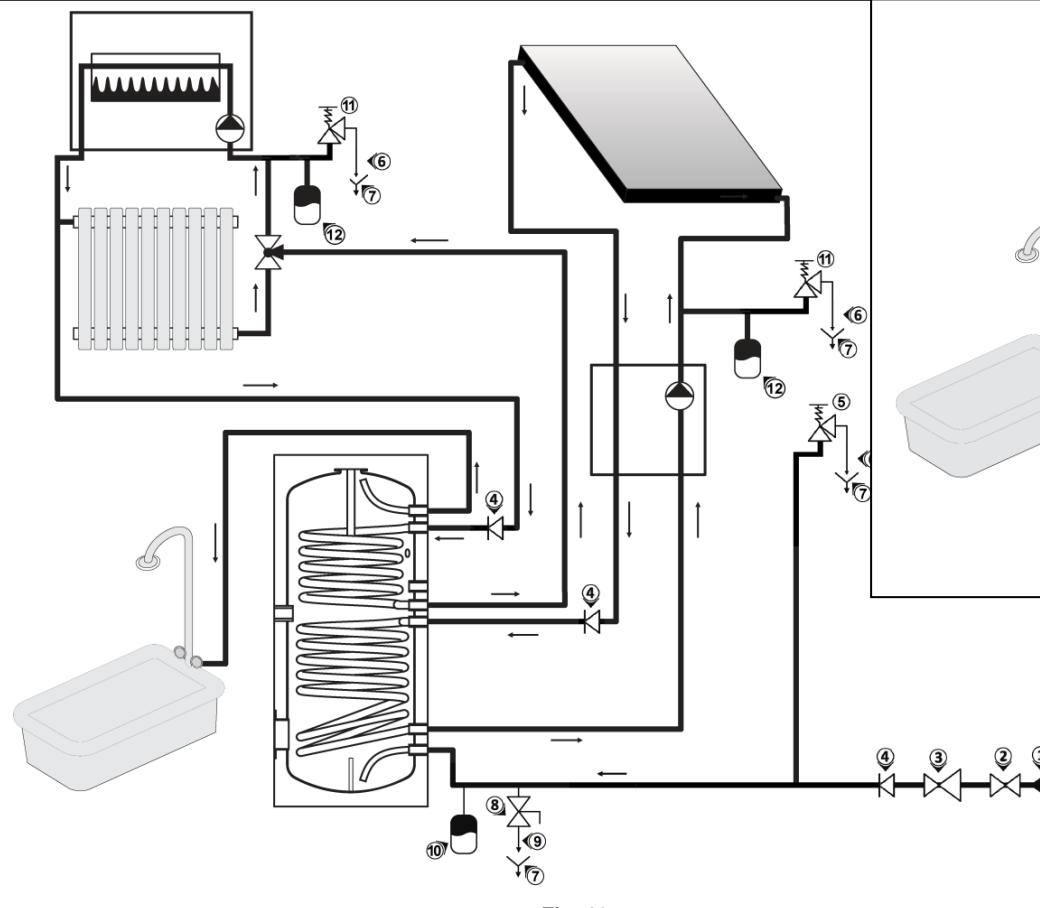
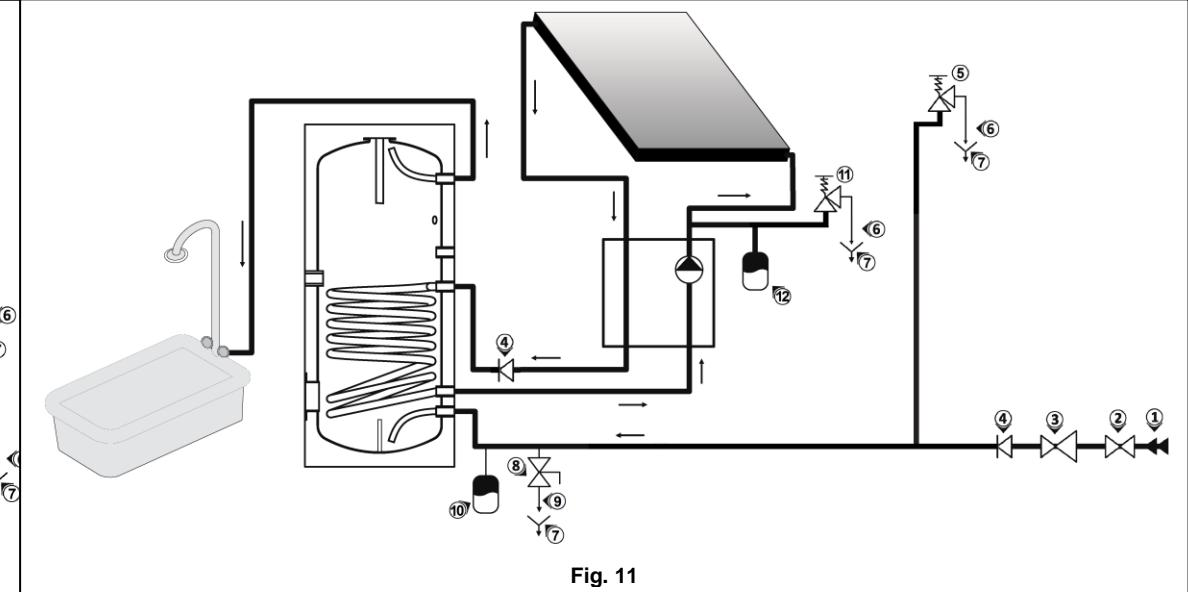

Fig. 10
Fig. 11
Instalarea rezervorului de stocare cu un schimbător de căldură, ar trebui să se facă în conformitate cu fig.10. Instalarea rezervorului de stocare cu două schimbătoare de căldură ar trebui să se facă în conformitate cu fig.11. Modelele fără schimbătoare de căldură - la fel ca pentru modelele cu unul sau două schimbătoare de căldură. Conform instalare paralelă. la Fig.12
5. Supapa de siguranță. La conectarea în Fig. 10, 11 și 12 sunt utilizate numai de către supapele de siguranță prevăzute de către constructor kit. Atunci când este instalat pe alte sisteme - designeri certificate evaluatează și determină tipul de supape de siguranță obligatorii (PNR = 0,8 MPa; EN 1489:2000). Dimensiuni valve conform la table.9
A safety valve ((11) - fig. 10, 11) inline coil heat exchanger have to be fit according to HVAC designer requirements but its adjustment must not be higher than $P_{nr} = 0.6 \text{ MPa}$. (EN 1489:2000)
Valve ((11) - Fig 10, 11) în intervalul de schimbător de căldură (bobina) trebuie să fie instalate în conformitate cu cerințele proiectantului și setarea nu este mai mare decât $P_{nr} = 0,6 \text{ MPa}$ (EN 1489:2000) ! Rezervorul de expansiune ((12) - Fig 10, 11) este obligatorie, în conformitate cu designul de plantă!